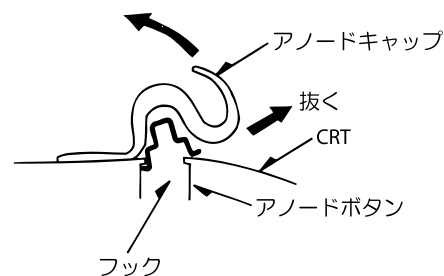

Fig. 2-4
- (6) アノードボタンより片側が外れたら、アノードキャップをめくり、押した方向と逆に抜いて外す。(Fig. 2-4参照)